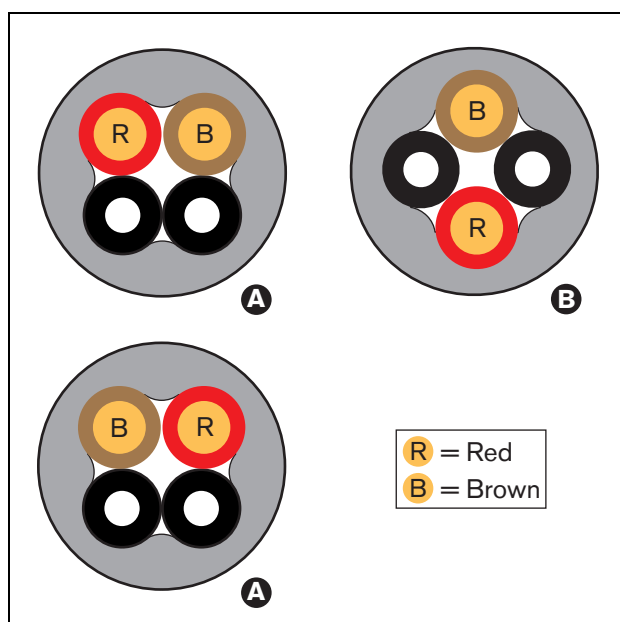

figura 30.5: Tipos de cabo
- Cabos de tipo A nos quais as fibras ópticas plásticas são adjacentes (consulte a figura 30.5 que ilustra ambas as extremidades do cabo).
- Cabos de tipo B nos quais as fibras ópticas plásticas são opostas (consulte a figura 30.5, ambas as extremidades do cabo são idênticas).